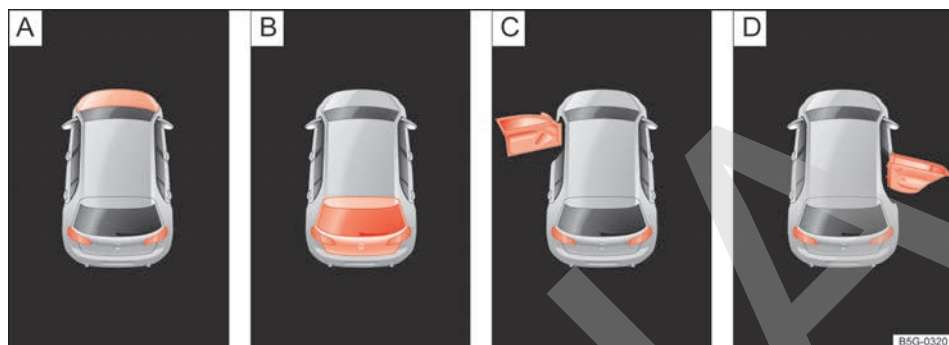

Fig. 40 En la pantalla del cuadro de instrumentos: indicaciones sobre el estado del capó del motor, del portón del maletero y de las puertas.
Legenda de la fig. 40:
- Puertas, capó del motor y portón del maletero abiertos → fig. 40
Tras desbloquear el vehículo y durante la marcha, en la pantalla del cuadro de instrumentos se muestra si alguna de las puertas, el capó del motor o el portón del maletero están abiertos → fig. 40 y, dado el caso, también se indica con una señal acústica. Según la versión del cuadro de instrumentos, la representación puede variar.